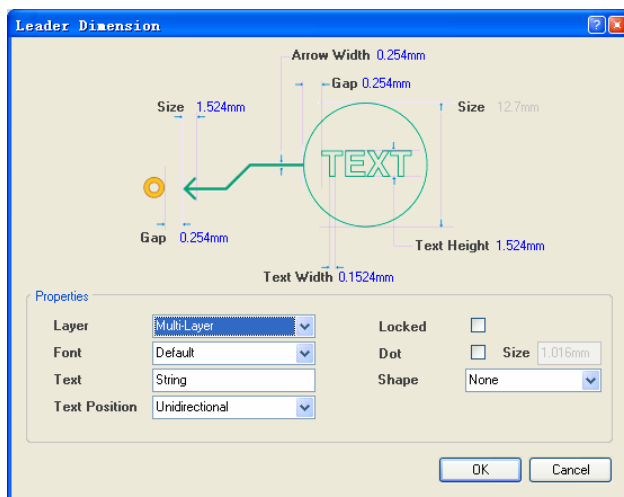

图 7.66 “Leader Dimension”对话框
- (1) 单击“Utilities”工具栏中的尺寸工具按钮, 在弹出的工具栏中选择引线标注工具按钮, 或者选择“Place”->“Dimension”->“Leader”命令。
- (2) 单击“Tab”键, 打开如图 7.66 所示的“Leader Dimension”对话框。
如图 7.66 所示的“Leader Dimension”对话框用于设置引线标注的属性，其中大部分选项的功能与“Linear Dimension”对话框中的对应选项功能相同。可参考对“Linear Dimension”对话框中选项的描述。与“Linear Dimension”对话框中不相同的选项介绍如下。